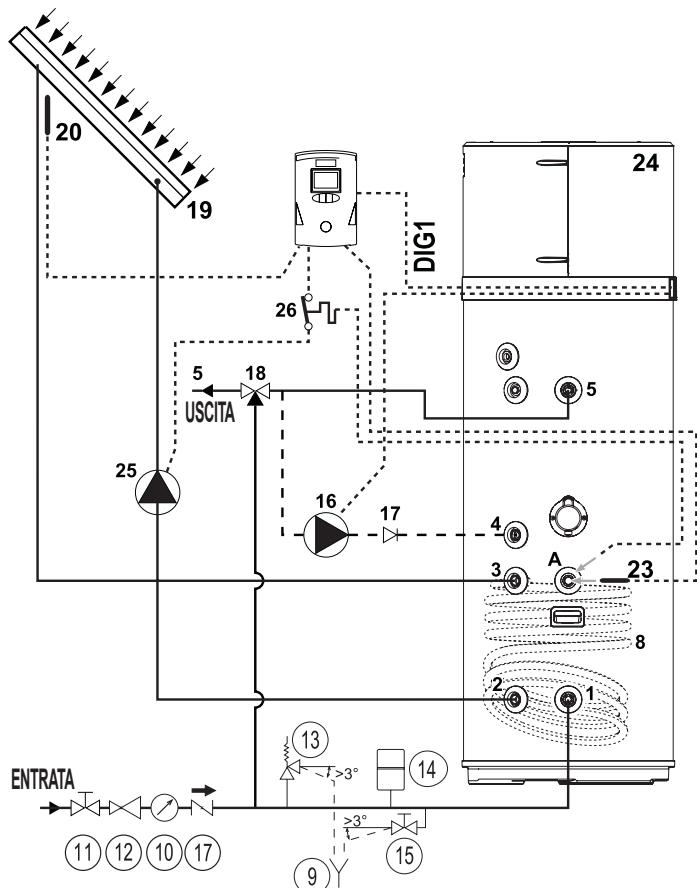
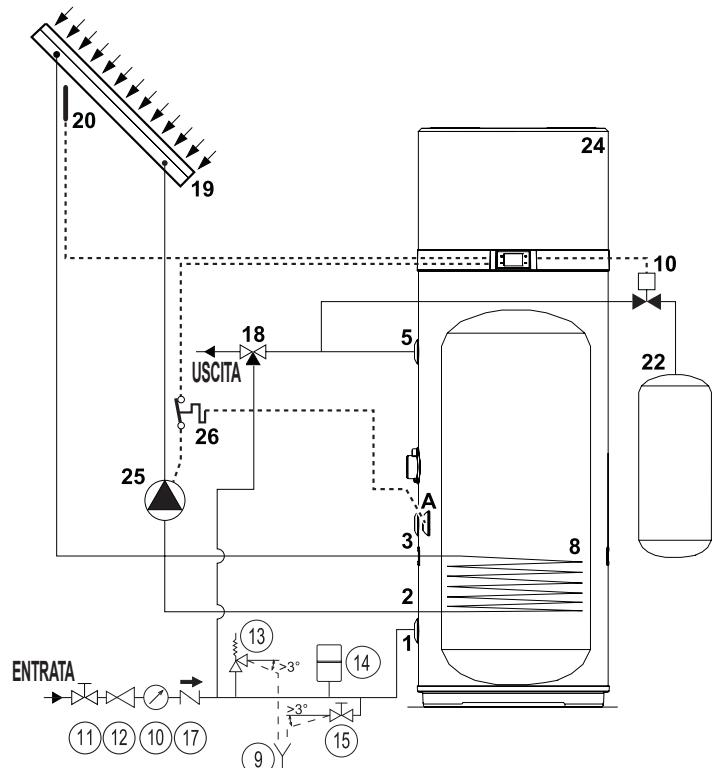
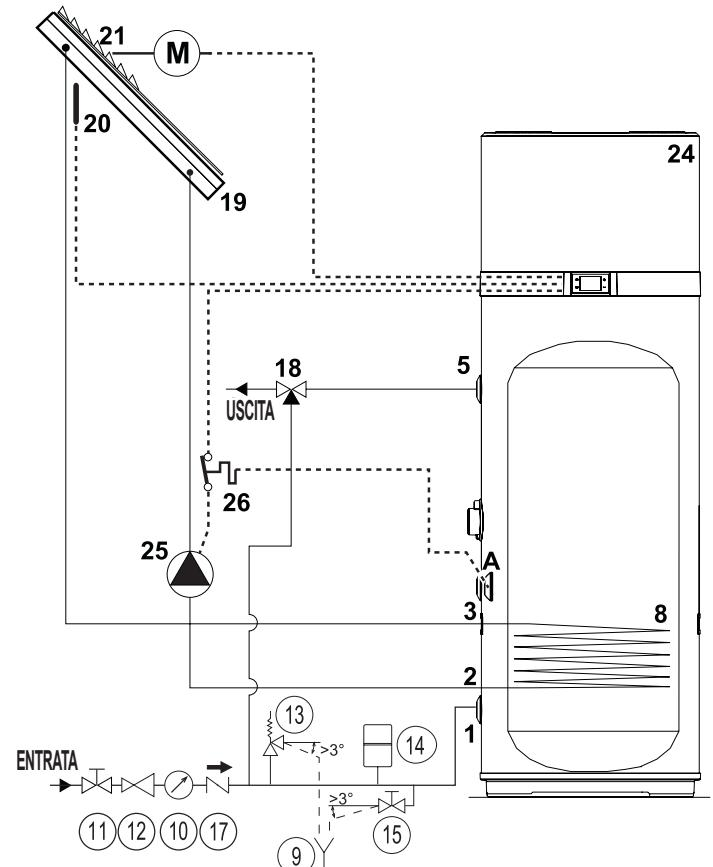

fig. 21
fig. 22
fig. 23
La figura che segue (fig. 21) mostra in che modo collegare l'apparecchiatura a un sistema termico solare controllato da un sistema di comando elettronico dedicato (non fornito) che presenta un'uscita di tipo "a contatto pulito" da collegare all'ingresso DIG.1 dell'apparecchiatura (vedere "6.8.1 Collegamenti a distanza").
Le figure che seguono (fig. 22 e fig. 23) mostrano in che modo collegare l'apparecchiatura a un sistema termico solare controllato direttamente da quest'ultimo, senza l'aiuto di un sistema di comando elettronico dedicato.
Nella configurazione della fig. 22, in caso di temperatura eccessiva del collettore solare, viene attivata una valvola di scarico (non fornita) per scaricare in un serbatoio di raccolta dell'ACS (polmone) l'acqua calda contenuta nell'apparecchiatura. Tuttavia, nella configurazione della fig. 23, in questa condizione la tapparella del collettore solare è chiuso.
**Legenda (fig. 21, fig. 22 e fig. 23)**